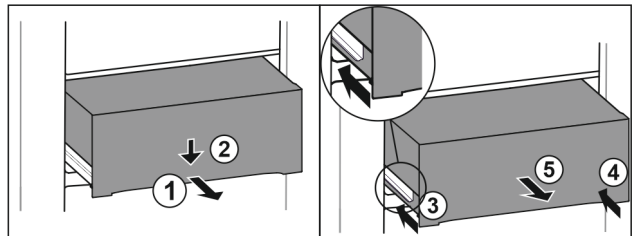

Fig. 114
- Tirer le tiroir jusqu'à mi-chemin. Fig. 114 (1)
- Appuyer sur l'avant du tiroir vers le bas. Fig. 114 (2)
- Insérer le rail gauche d'env. 2 cm. Fig. 114 (3)
- Insérer le rail droit d'env. 2 cm. Fig. 114 (4)
- Retirer le tiroir par l'avant. Fig. 114 (5)